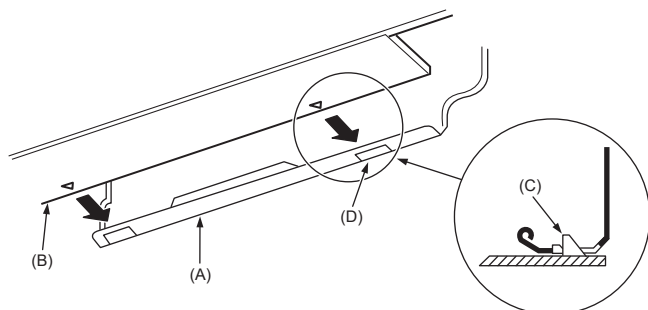

Fig. 3-15
3. Lors de l'insertion du tuyau de réfrigérant et le tuyau d'écoulement dans l'orifice mural d'insertion (manchette de pénétration), accrocher la partie supérieure de l'appareil intérieur sur la planche d'installation (1).
5. Fixer en poussant la partie inférieure de l'appareil intérieur sur la planche d'installation (1). (Fig. 3-15)
* Vérifier que les boutons en bas de l'appareil intérieur sont correctement maintenus sur la planche d'installation (1).